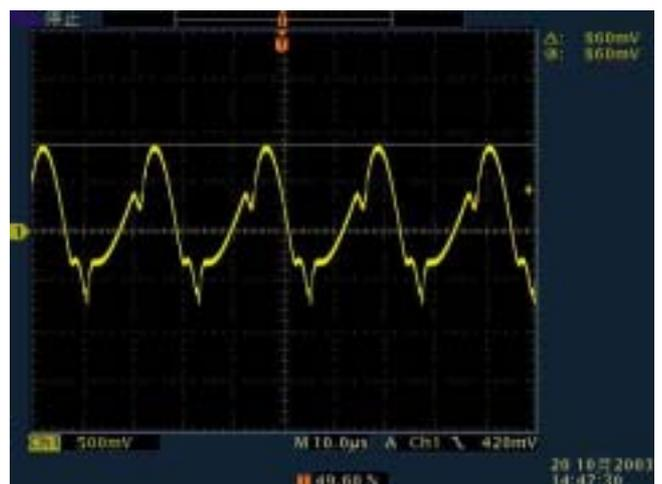

图 6 直流电源供电，正常工作状态时的基极注入
4. 释放预热电容，打开 +15V 直流电源，观测功率管基极电阻 R20、R24 两端电压波形，调节电阻 R17 使基极注入电流适当。 $2 \times 28W$  TL5 所需的基极注入电流峰值约 85mA。R20 两端电压波形如图 6。关闭电源。